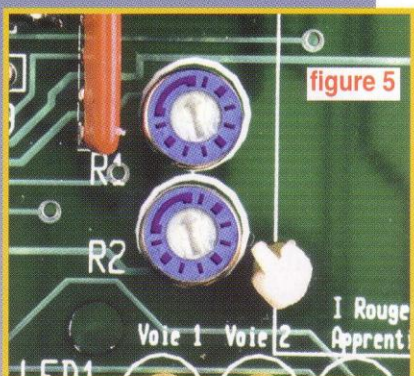

figure 5
- Vérifier que les potentiomètres de puissance K et L sont au minimum, voir **figure 5**.